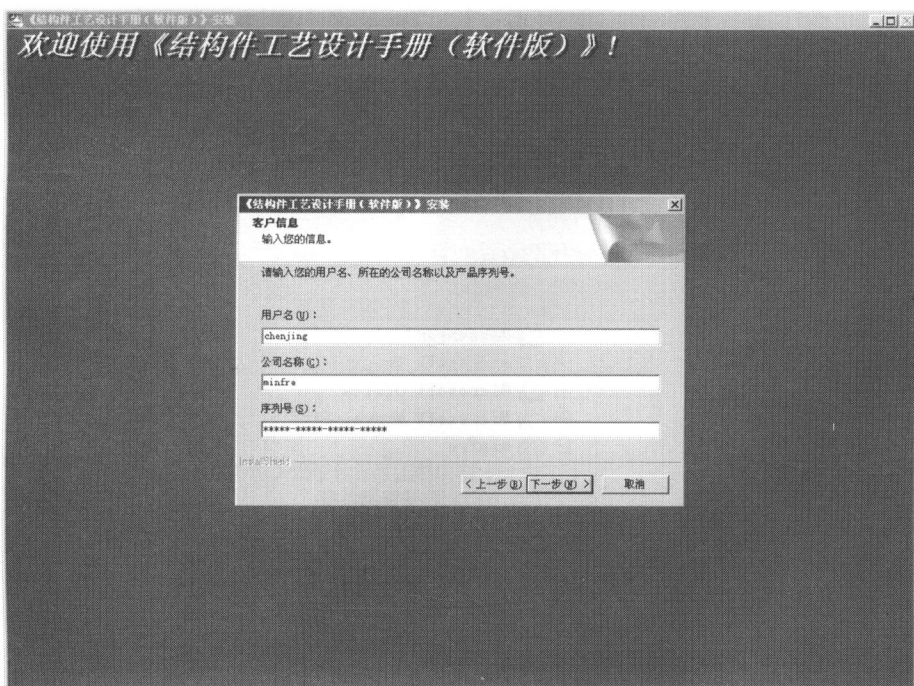

图 1-4 客户信息界面
- （5）进入如图 1-4 所示的客户信息界面中。在您输入相关信息及序列号，并仔细检查序